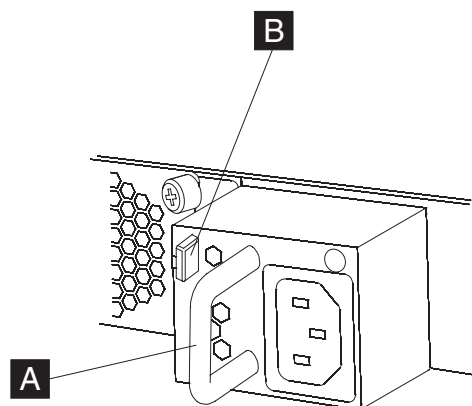
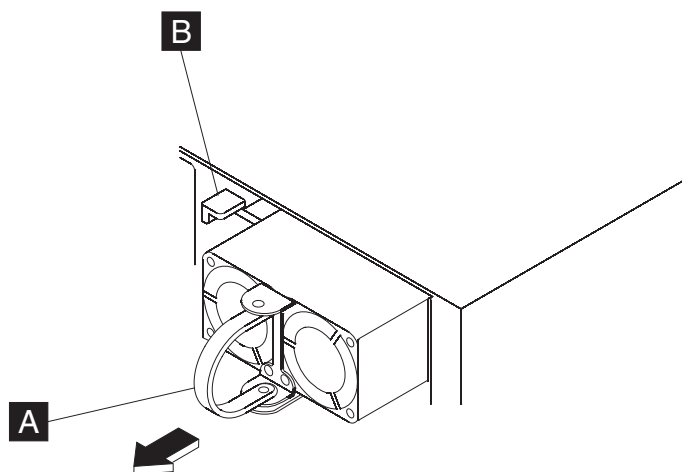

Figura 23. Remover um módulo de fonte de alimentação num dispositivo Tipo 7198
Figura 24. Remover um módulo de fonte de alimentação num dispositivo Tipo 7199
- a. Agarre firmemente na pega **A** do módulo danificado, premindo simultaneamente o trinco de desbloqueio cor de laranja **B** na direcção da pega e mantenha o trinco de desbloqueio nesta posição, conforme ilustrado na Figura 23 ou na Figura 24.